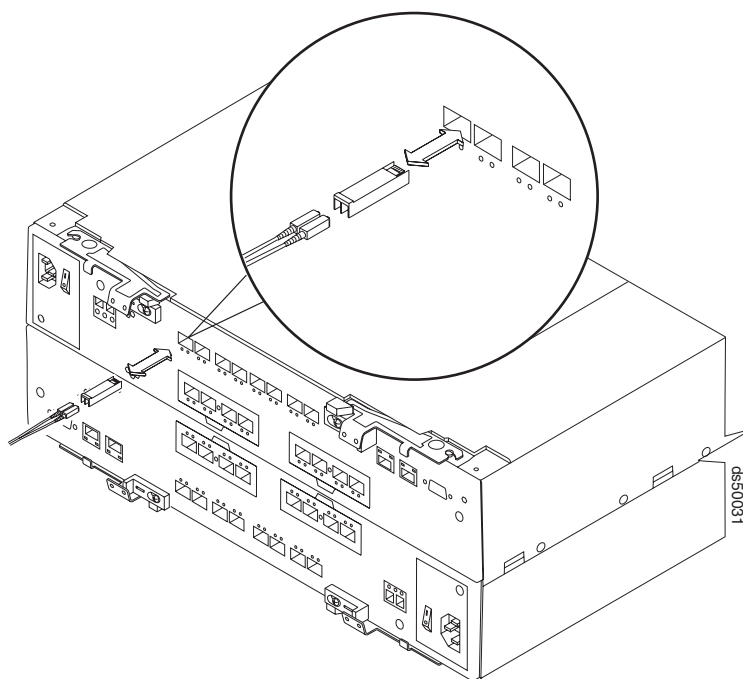

Figura 25. Conectando Cabos de Fibra Ótica ao SFP ou SFP+
2. Conecte o cabo de fibra ótica ao SFP ou SFP+ instalado, conforme mostrado na Figura 25.